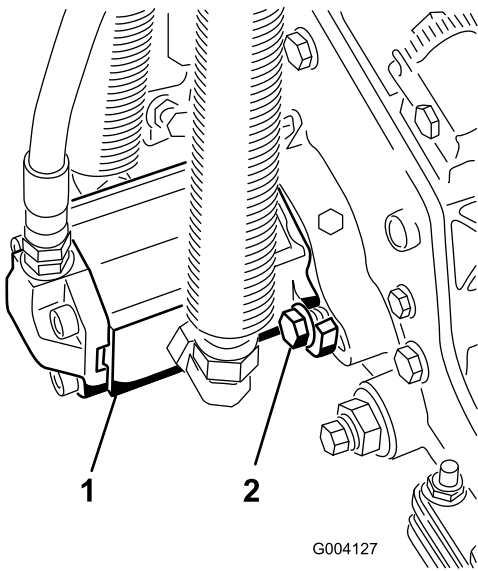

图14
- 16. 以顺时针旋转的方式安装马达让马达法兰与螺栓保持一定空隙图14。